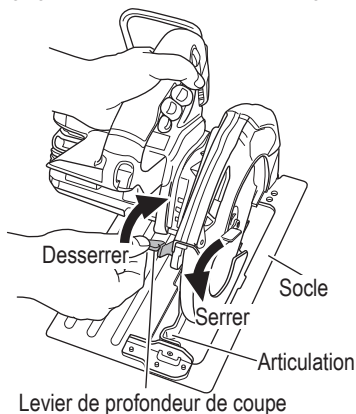

Fig. 19
1. Réglage de la profondeur de coupe (Fig. 19)
- Vérifiez si les leviers sont serrés (Fig. 19, 20)